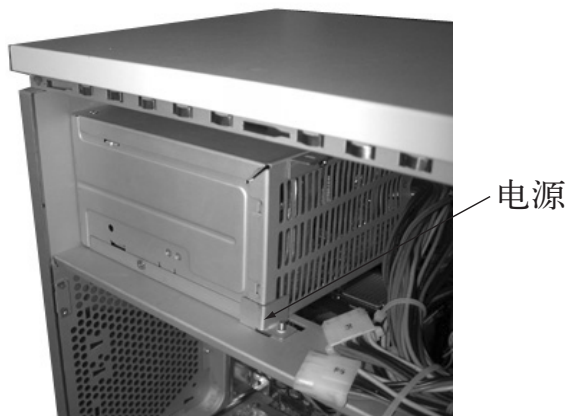
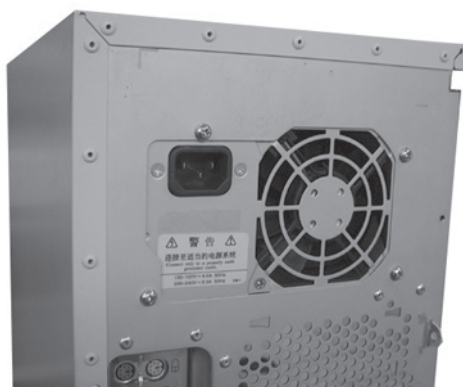

图 2-5 电源固定架安装图
图 2-6 电源安装图
- 3、拧下电源固定架上的螺钉，将其取下。见电源固定架安装图 2-5。
- 4、拧下机箱后板上的 4 个固定电源的螺钉，见电源安装图 2-6。
- 6、安装过程与之相反。将电源从机箱内部沿电源支架、导槽向后移动，直至顶到机箱后板，上紧螺钉（4 个，带垫片）。注意电源接口的相对位置，不能装反，见电源安装图 2-6。将电源固定架（附件中）贴紧电源，固定在电源支架上（见电源固定架安装图 2-5），上紧螺钉（1 个，带垫片）。